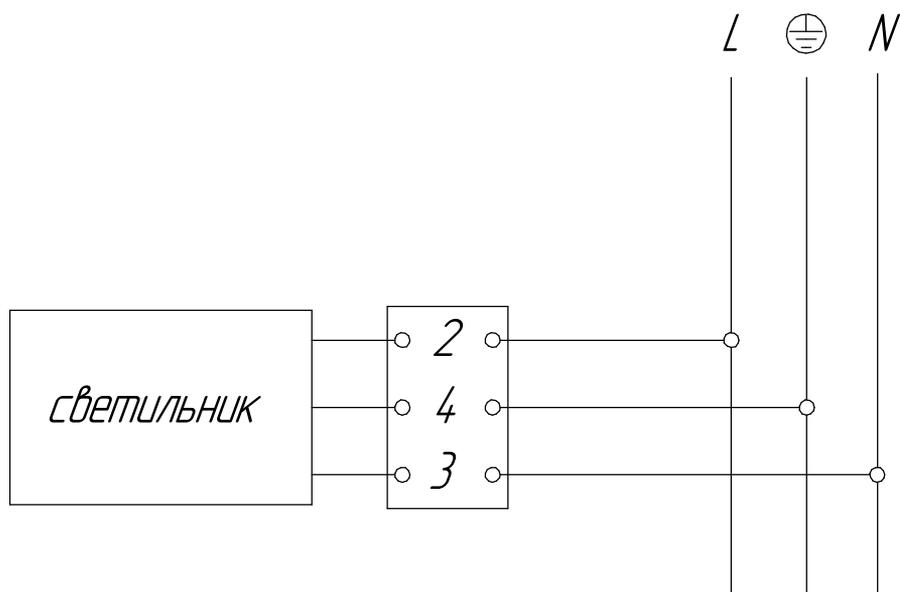

Рисунок 2 - Схема подключения к сети светильников
5.5 Присоедините сетевые провода к клеммной колодке (коннектору) согласно схеме электрической (рисунок 2).